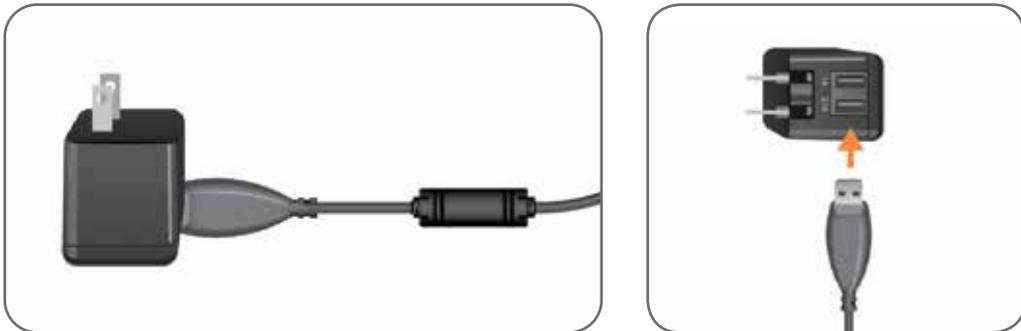

Figura 6-1: Inserir o cabo de carregamento USB no adaptador de CA
2. Insira a extremidade USB do cabo de carregamento magnético em qualquer uma das duas portas USB disponíveis no adaptador de CA. Veja a Figura 6-1.